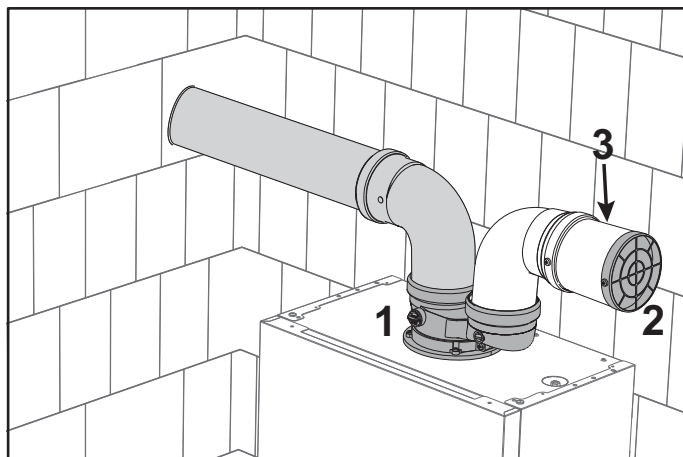

fig. 48- Grilaj de protecție
Instalați accesoriul de pornire (det. 1 fig. 48 - cod **041082X0**). În conducta de aspirație trebuie să se monteze un grilaj de protecție (det. 2 - fig. 48 - cod **1KWMA85A**). Dacă este necesar, introduceți un tronson (3) între grilaj și accesoriu.